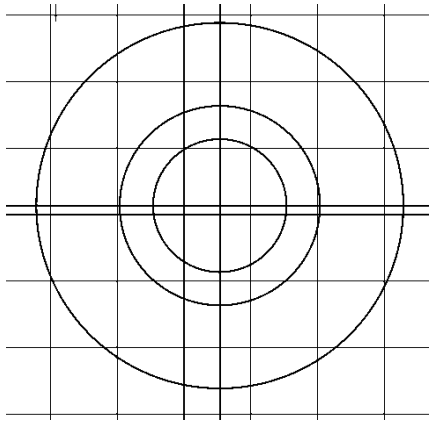

Рис. 43. Построение окружностей
2. Построение окружностей (рис. 43):